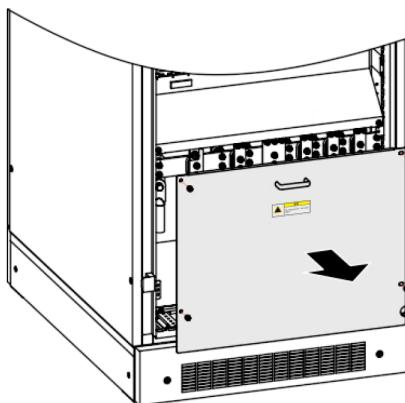
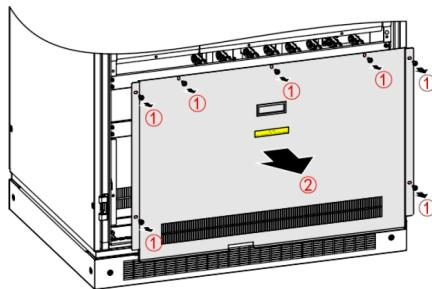

Figura 3-19 Extracción del panel de sellado del bloque de terminales del UPS serie UPS-IND 1300 RI(10K-80K)
Figura 3-20 Extracción del panel de sellado del bloque de terminales del UPS serie UPS-IND 1300 RI(100K-200K)
Paso 1: Abra la puerta frontal del armario y retire el panel de sellado del bloque de terminales de la parte inferior con un destornillador Phillips, como se muestra en la Figura 3-19 y Figura 3-20.